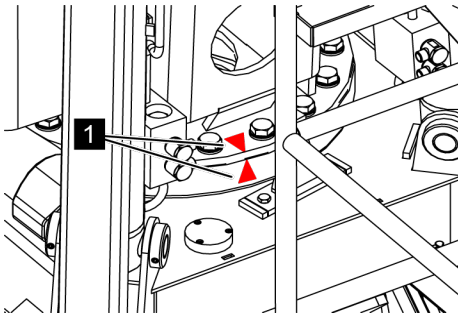

Fig. 56: Flèche rouge
- S'assurer que les flèches rouges (Voir la Fig. 56/1) sur la couronne d'orientation soient en face lors de la rentrée en position de transport.